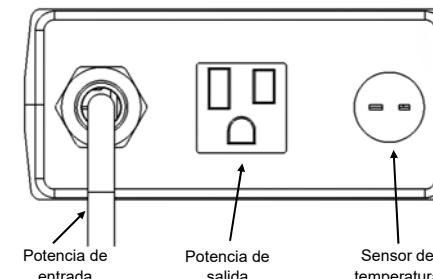

Figura 1
- Enchufe el cable de alimentación del controlador de temperatura en el tomacorriente de salida del controlador de límite (consulte la Figura 1).